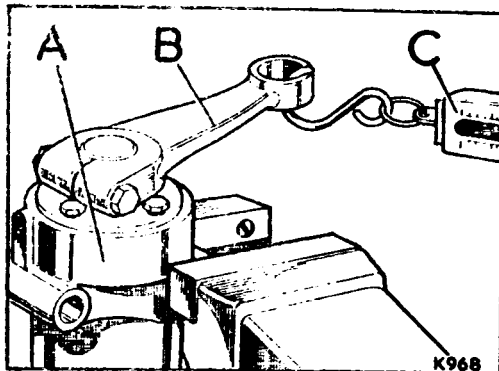

Fig. 61-78.- Comprobación de la resistencia al giro del brazo de la unidad compensadora.
- 3.19.- Colocar la unidad compensadora en un tornillo de banco y fijar, provisionalmente el brazo superior y, utilizando un dinamómetro de muelle, se comprobará la resistencia al giro del eje, la cual debe estar comprendida entre 12 lb/ (5,4 kg) y 16 lb (7,3 kg) (Fig. 61-78).